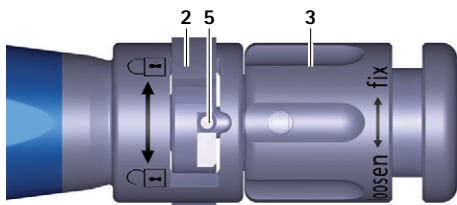

Afb. 2 Proefimplantaat aan inbrenginstrument koppelen
- Koppel het proefimplantaat D aan het dubbelvlak 7 van het inbrenginstrument A, zie Afb. 2. Let daarbij op de uitlijning van het proefimplantaat (oriëntatie aan de hand van de opdruk op het inbrenginstrument).